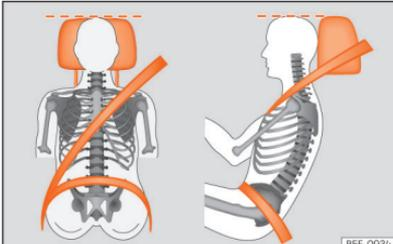

Abb. 16 Richtiger Gurtbandverlauf und richtige Kopfstützeinstellung.
riger als Augenhöhe – befindet. Den Hinterkopf so nah wie möglich an der Kopfstütze positionieren »» (Abb. 16).
- Fahrersitz in Längsrichtung so einstellen, dass die Pedale mit leicht angewinkelten Beinen durchgetreten werden können und der Abstand zur Instrumententafel im Kniebereich mindestens 10 cm (4 Zoll) beträgt »» (Abb. 16).